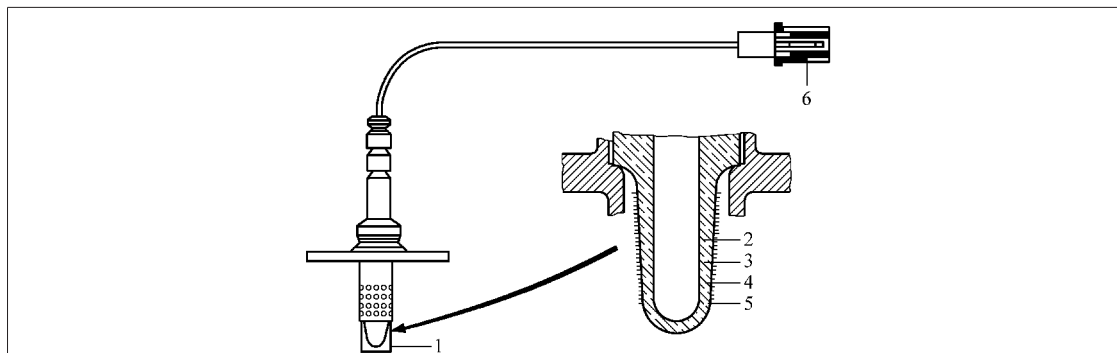

图 6-78 氧化锆式结构示意图
(1) 氧化锆式结构特点 氧化锆式氧传感器的基本元件是氧化锆陶瓷管（固体电解质），亦称锆管，如图 6-78 所示。